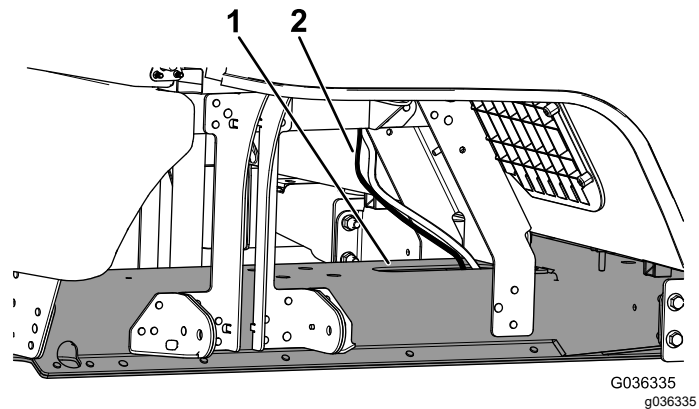

Figura 11
3. Passe a cablagem do kit através da abertura na parte superior do canal do chassis (Figura 11).